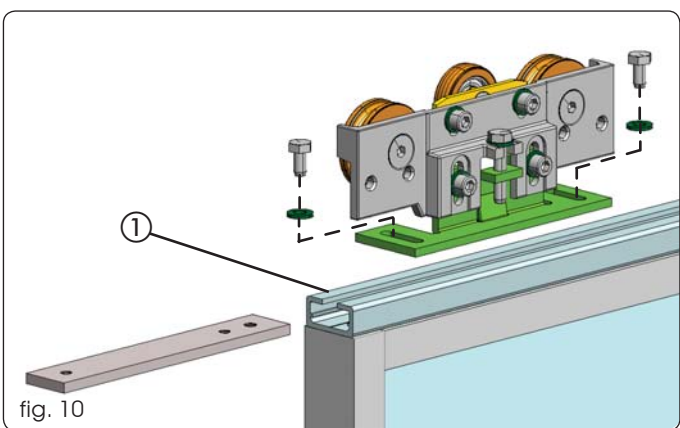

fig. 10
2. Coloque dos carros en cada hoja utilizando las placas y los tornillos suministrados en dotación, tal y como se muestra en la fig. 10.